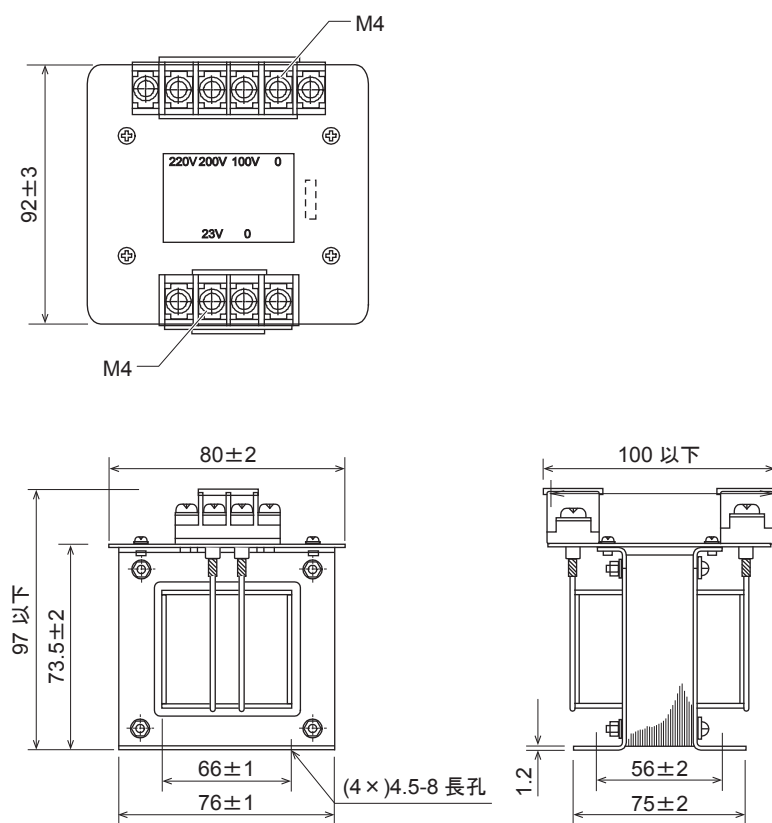

図1 外形寸法図 (mm)
- パネル面に取り付ける場合は、取付脚にある4個の取付穴 (図1参照) を利用し、M4のねじ、ナットを使用して取り付けます。
(参照)『図1 外形寸法図 (mm)』